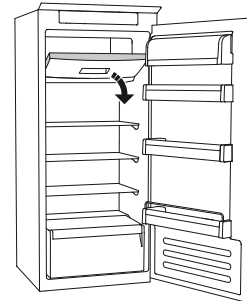

Рис. 2
- розмістіть продукти на решітці, якщо вона є (рис. 1), або безпосередньо в нижній частині відділення (рис. 2);
- Відкрийте дверцята морозильного відділення та витягніть верхній контейнер (рис. 2).